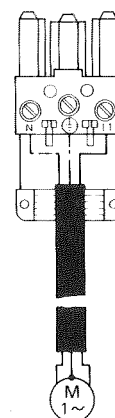

Abb. 3.8
1. Anschluß von Pumpe und Steckverbinder nach Abb. 3.8 vornehmen.